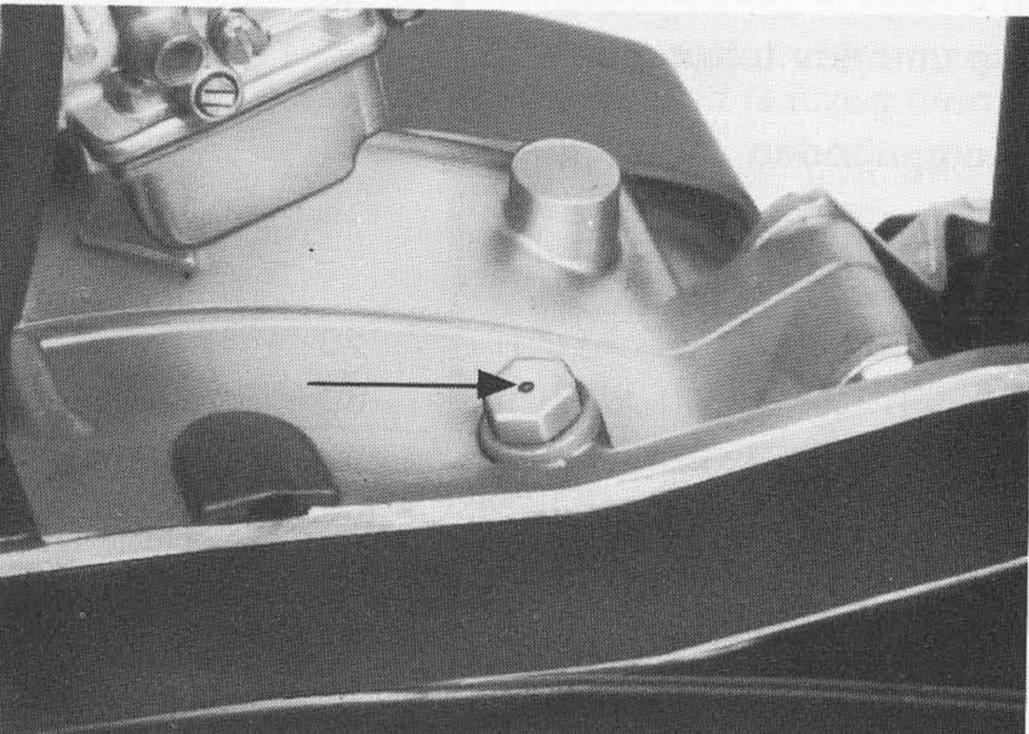

Bild 8 ▼
Ölstandschraube (7/1) am rechten Gehäusedeckel herausschrauben, das auf den Rädern stehende Fahrzeug leicht nach rechts neigen. Läuft etwas Öl aus, ist das Getriebegehäuse richtig gefüllt. Andernfalls Öleinfüllschraube (Bild 8) herausschrauben und 50 cm3 Öl nachfüllen. Öleinfüll- und Ölstandkontrollschraube hinschrauben. Motor kurz laufen lassen. Ca. 5 Minuten nach Stillstand des Motors Ölstand kontrollieren. Tritt aus der Kontrollöffnung kein Öl heraus, Vorgang wiederholen. Ölstandschraube einschrauben, festziehen. Zum Ölwechsel bei warmem Motor Ölablaßschraube (7/2) und Öleinfüllschraube (Bild 8) entfernen, Öl ablassen. Dann Ölablaßschraube einschrauben, festziehen. 350 cm3 neues Getriebeöl SAE 80 langsam einfüllen, Öleinfüllschraube einschrauben, festziehen. Ölstand
**Achtung!** Belüftungsbohrung in der Öleinfüllschraube (Bild 8) muß frei sein.